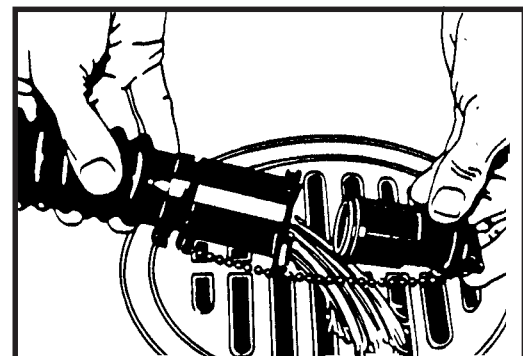

Abb. 6
- e. Zur vollständigen Öffnung des Ventils drehen Sie den Griff nach rechts. Ziehen Sie den Griff aus dem Ventil heraus. (Abb.6).